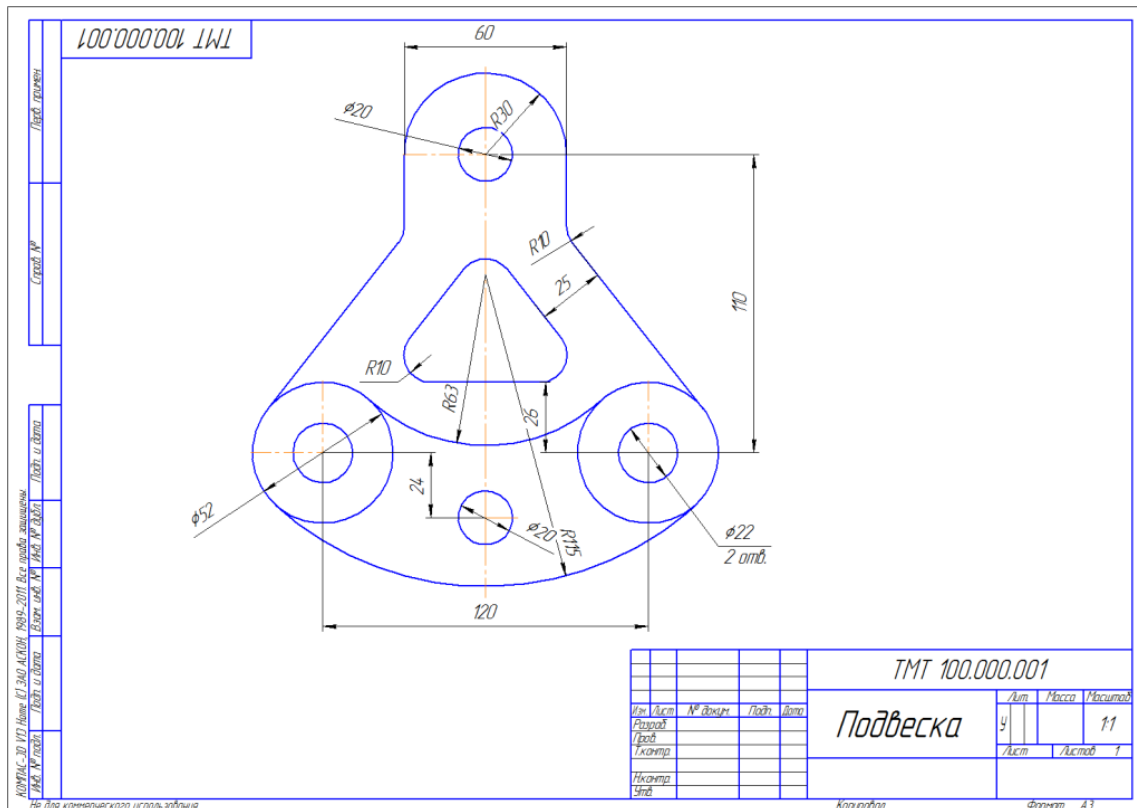

Рисунок 3.1 – Подвеска
**Задание 1.** Создайте чертеж «Подвеска» (рисунок 3.1), применяя необходимые команды редактирования.